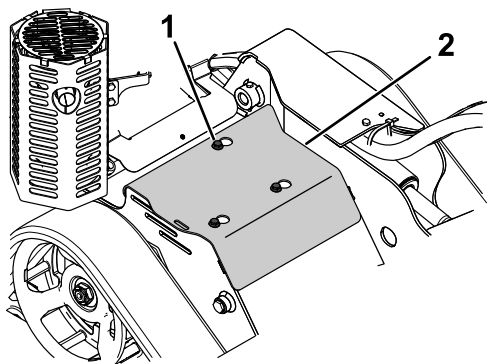

Figura 23
3. Allentate uno dopo l'altro i 3 bulloni che fissano la piastra di copertura al telaio, fino a liberare completamente il coperchio (Figura 23).
1. Bullone (3)
5. Per montare la piastra di copertura prima di mettere in funzione la macchina, fatela scorrere nella sua sede e fissate i 3 bulloni allentati in precedenza (Figura 23).